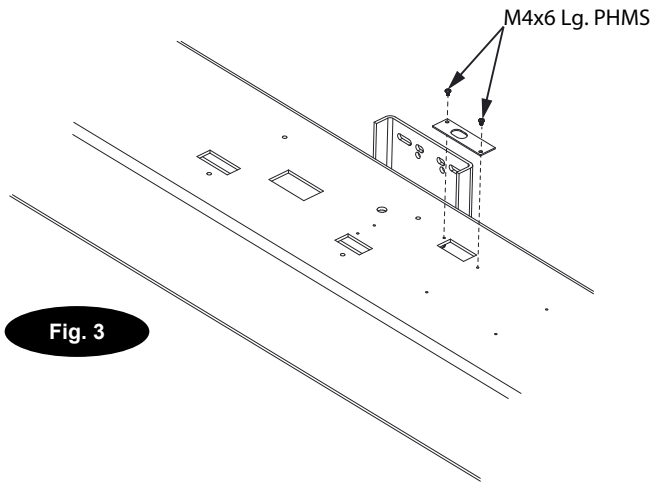

Fig. 3
**2. Placa de cobertura de la T de la unidad de alimentación:** Con la columna de la unidad de alimentación colocada en el suelo, instalar la placa de cobertura utilizando (2) M4x6 Lg. PHMS Fig. 3.